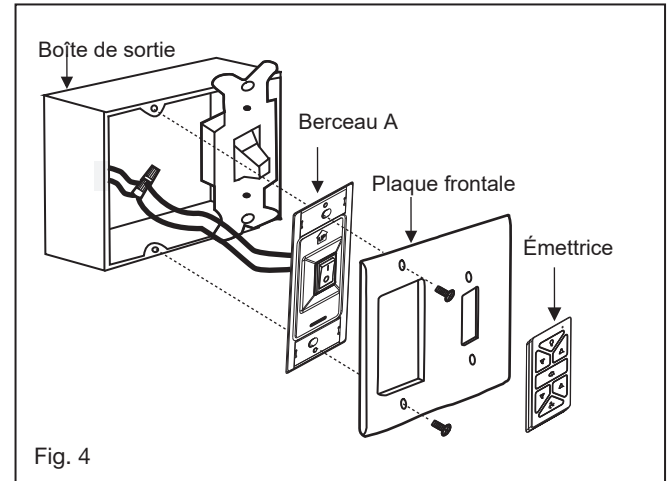

Fig. 4
- 2 Connectez les fils noirs du commutateur dans le berceau A aux fils noirs dans le boîtier de commutation. Fil d'entrée chaud vers l'un des fils du commutateur du socle. Le fil d'alimentation du ventilateur est connecté au fil de l'interrupteur restant. (Fig. 4)
Un flux d'air VERS LE HAUT déplace l'air plus chaud de la zone du plafond, comme illustré à la figure 4. Cela vous permet de régler votre appareil de chauffage à un réglage plus frais sans affecter votre confort.